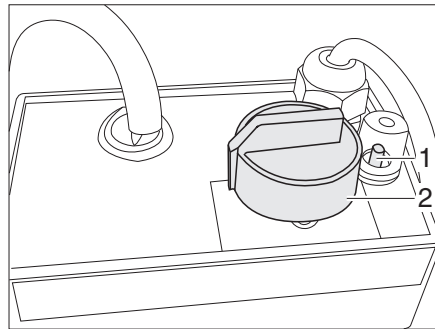

Fig. 110 Regulador para calentamiento eléctrico del piso
- Girar el regulador giratorio (Fig. 110,2) al nivel de calefacción deseado.
- Girar el regulador giratorio (Fig. 110,2) a la posición "0".
Cuando se sobrecarga el regulador, se activa la protección contra sobrecargas. El perno (Fig. 110,1) salta hacia fuera.
- Hundir el perno (Fig. 110,1) en la protección contra sobrecargas cuando se haya enfriado el regulador.